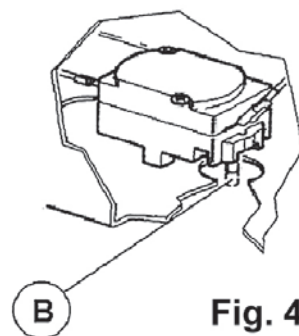

Fig. 4
- staat de veiligheidsthermostaat (G fig. 4) op de normale stand (rode pen niet omlaag). De veiligheidsthermostaat treedt in werking wanneer de temperatuur van de olie stijgt boven de waarde van 230° ten gevolge van een gebrekkige werking van de werkthermostaat (E fig.3).